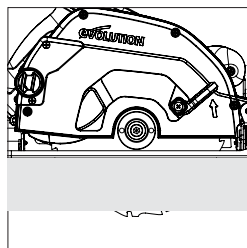

Fig. 12
- In molti casi la profondità di taglio deve essere regolata alla stessa altezza dello spessore del materiale da tagliare più la metà della altezza di un dente della sega (dalla sua punta alla radice). **(Fig.12)**
(13) REGOLAZIONE DELL'ANGOLO DI TAGLIO (SMUSSO)